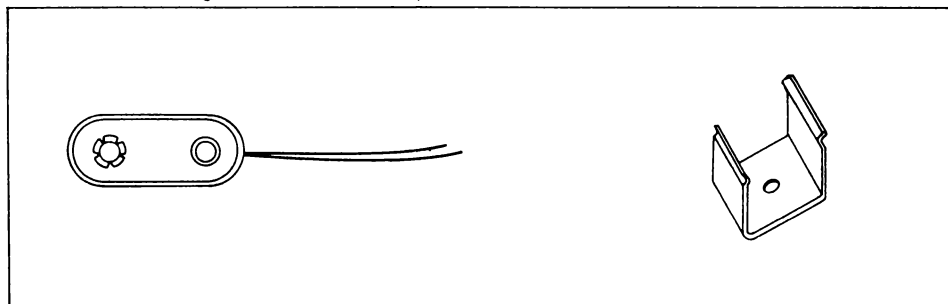

FIGURA 13
- (✓) 84 - Retire cerca de 1 cm da capa plástica de cada um dos fios do terminal de ligação da bateria (*figura 13*). Introduza os dois fios no orifício localizado próximo ao terminal 86. Vire a base de montagem com a parte inferior para cima e ligue o fio vermelho à parte inferior da mola 86. Ligue o outro fio à parte inferior da mola 87.
- (*) 85 - Prenda o suporte da bateria sobre o pequeno retângulo localizado à direita das molas 86 e 87. Introduza o parafuso no suporte e prenda-o com a respectiva porca pela parte inferior da base de montagem (*figura 13*).